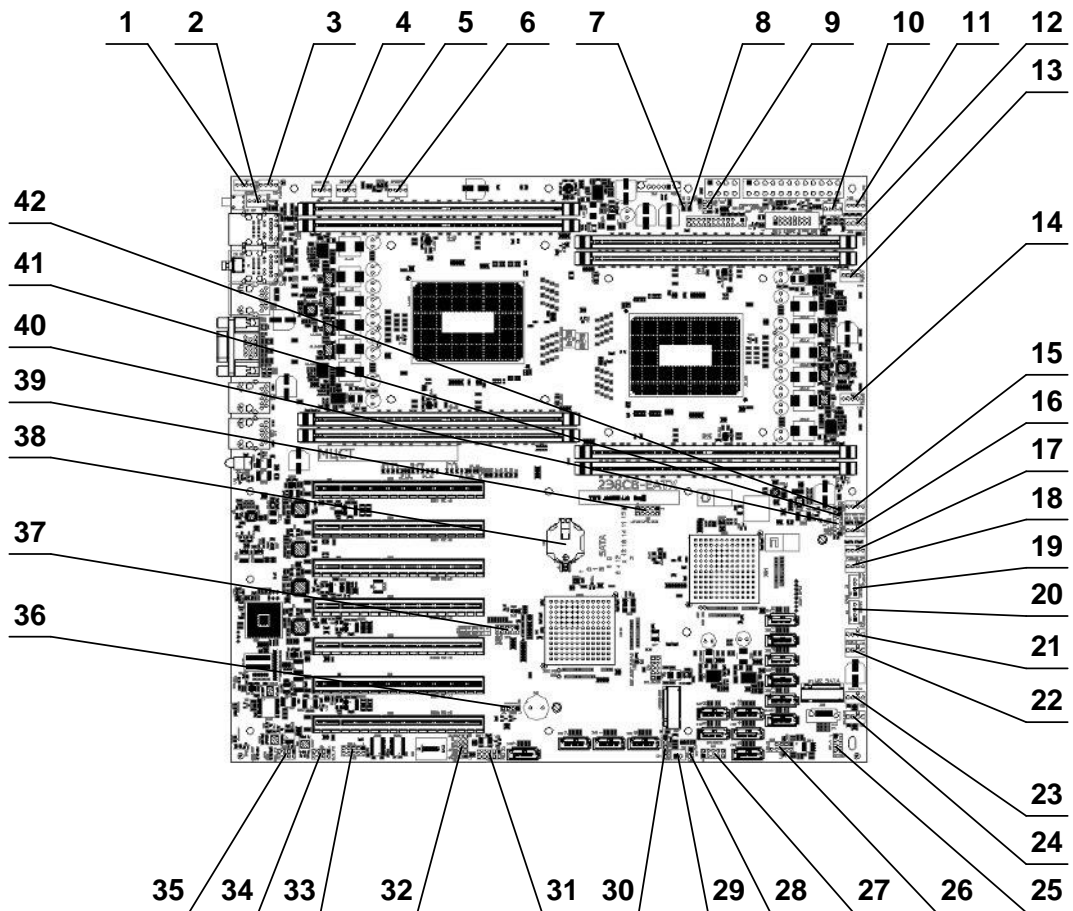

Рисунок 2 – Внешний вид сверху панели 2Э8СВ-ЕАТХ
1.1.3.5 На соединителе X55 (см. рисунок 2, поз. 36) по умолчанию установлена перемычка на контакты X55:2 и X55:3 для обеспечения работы внутреннего электромагнитного излучателя звука. При необходимости к соединителю X55 можно подключить внешний излучатель звука на контакты X55:1 и X55:4, предварительно сняв перемычку с контактов X55:2 и X55:3.
1.1.3.6 На рисунке 4 приведена схема расположения контактов соединителя X3 (см. рисунок 2, поз. 40) для подключения панели индикации и управления типа Intel.